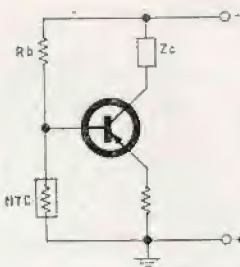

Figura 7
**Stabilizzazione del punto di lavoro dei transistori** (figura 7); al crescere della temperatura cresce la corrente nel transistor per l'aumento della  $I_{co}$ , ma l'NTC riduce il suo valore, riducendo di conseguenza la corrente di polarizzazione di base, quindi la corrente di collettore e la dissipazione.